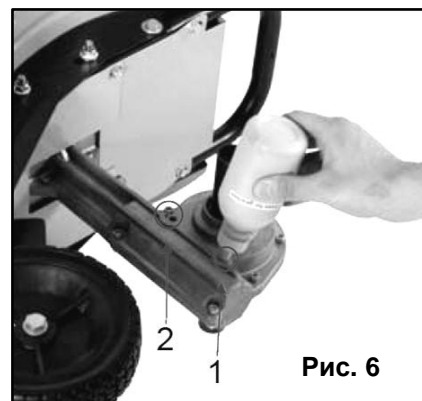

Рис. 6
- Выкрутите сливную пробку (2)(См. Рис.6)
- Открутите масло наливную крышку (1)(См. Рис.6) и через воронку залейте масло.